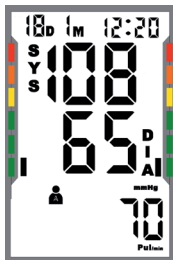

Fig. 7a
- Peu de temps après, la dernière valeur stockée avec l'utilisateur associé „A“ ou „B“ (voir Fig. 7a.) Apparaît. Vous pouvez modifier le profil de l'utilisateur en appuyant sur l'interrupteur sur le côté droit de l'appareil dans la position respective.